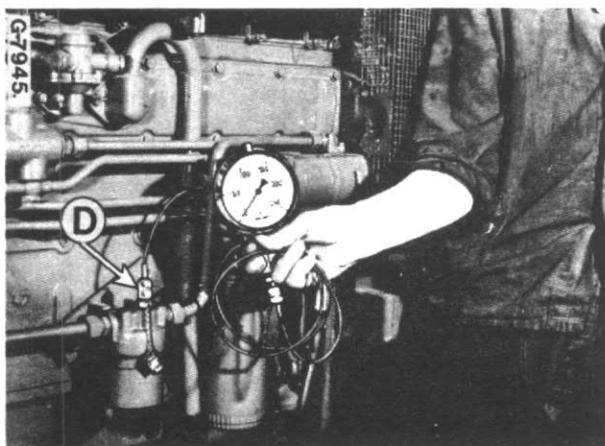

Fig. 8
Branchez un manomètre d'une amplitude de 2,5 MPa, comme indiqué sur la figure 8.
2. Branchez le manomètre (Fig. 8) (Amplitude : 25 MPa).
1. Branchez le manomètre, figure 8 (amplitude 25 MPa).